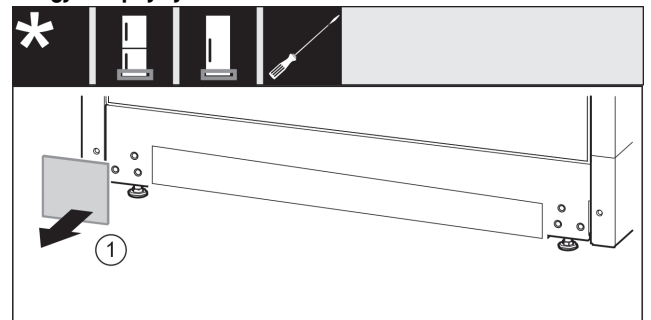

Fig. 12
- Hiqni kapakun mbulues. Fig. 12 (1)